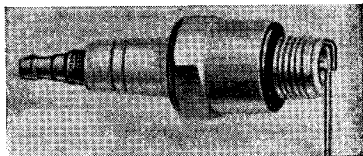

Fig. 8
- 4) **Slechte compressie.** Nazien of klep goed afdicht. (Zie par. A., afb. 8). Controleren of moeren van cilinderkop goed vastzitten. Helpt dit niet, cilinder demonteren om de zuigerveren te controleren. Zitten deze vast, of met overmatige speling in hun sponningen, dan moeten zij vernieuwd worden. Dit kan alleen door de agent gebeuren.